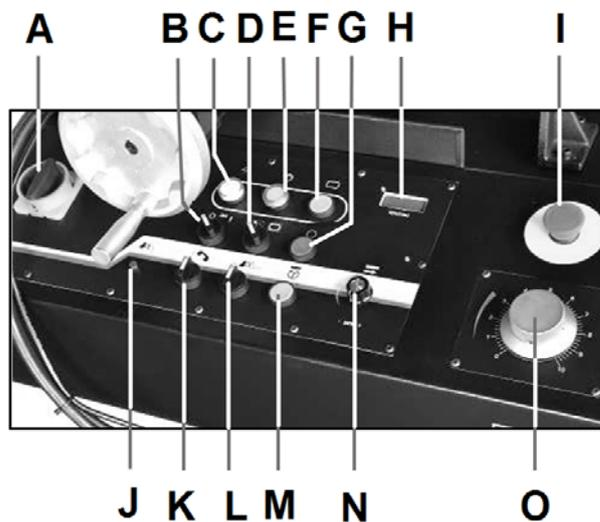

Figure 7-1 : Commandes de la machine
- Si la lame est bloquée lors de la coupe, appuyez immédiatement sur le bouton d'arrêt d'urgence (I, Fig 7-1) pour désactiver la machine. Ouvrez l'étau lentement, retirez la pièce et vérifiez si la lame ou si les dents ne sont pas cassées. En cas de rupture, changez la lame.
Tournez le bouton (N, Fig 7-1) pour régler la vitesse de la lame.
Branchez la machine à la source d'alimentation. Activez le commutateur principal (A, Fig 7-1). Le témoin d'alimentation (B) s'allume.
1. Appuyez sur le bouton (E) pour démarrer la pompe hydraulique.
Si le serrage de l'étau échoue, le témoin (J, Fig 7-1) s'allume.
Branchez la machine à la source d'alimentation. Activez le commutateur principal (A, Fig 7-1). Le témoin d'alimentation (C) s'allume.